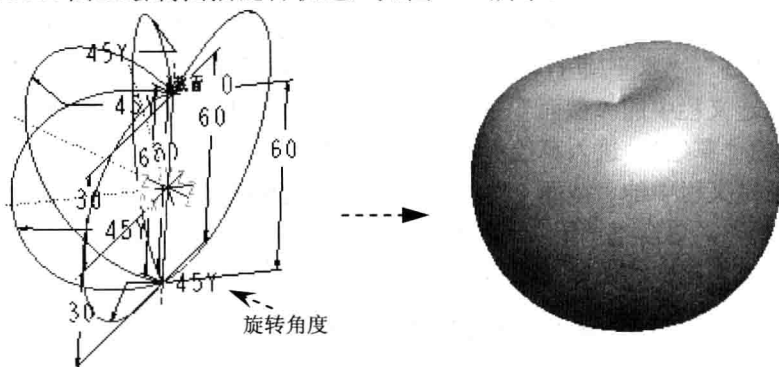

图 1-4 旋转混合创建苹果体
① 单击主菜单中的“草绘”→“数据来自文件”→“文件系统”; ② 打开刚保存的截面 1 文件 (2D 文件), 在屏幕适当位置单击, 在“移动和调整大小”窗口中输入缩放比例 1, 单击图形移动符号 , 拖动鼠标, 调整图形到适当位置, 单击“移动和调整大小”窗口中的图标按钮 ; ③ 修改调整截面形状 (注意只是微调, 截面形状不要变化太大, 否则影响苹果的外形效果)。
⑧ 以同样方法绘制另外 3 个截面 (总共 5 个截面), 截面之间的旋转角度可以自己把握。
⑨ 单击特征定义窗口中的“确定”, 完成旋转混合, 如图 1-4 所示。